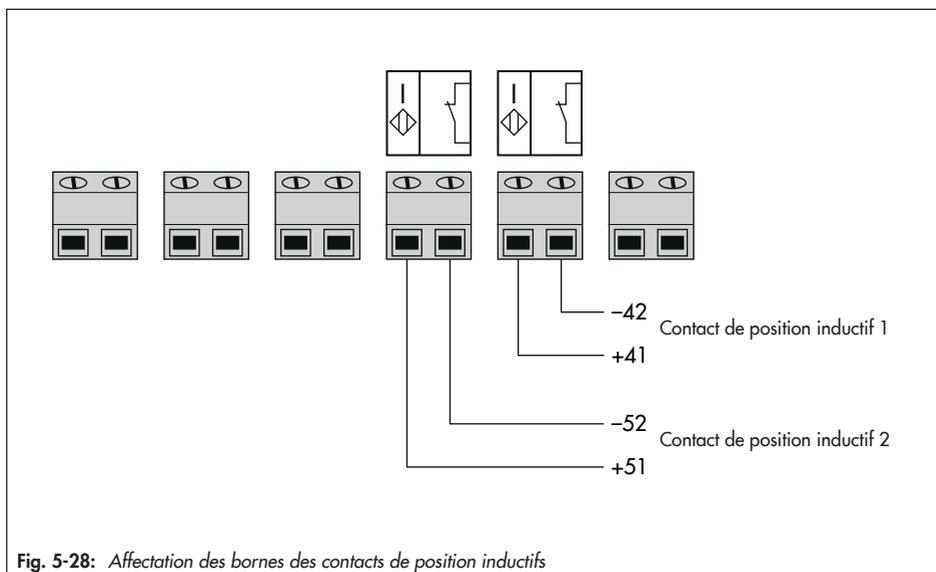
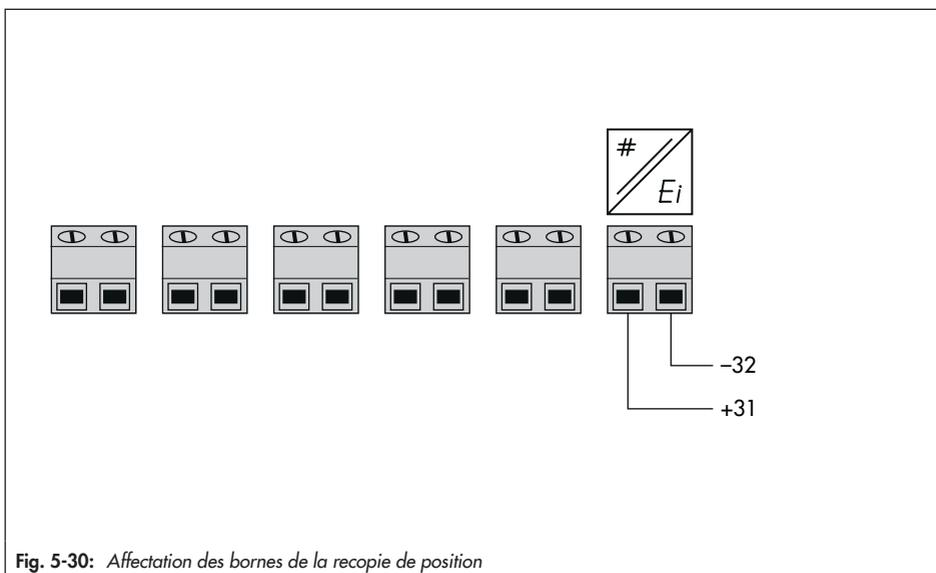

Fig. 5-28: Affectation des bornes des contacts de position inductifs
Fig. 5-30: Affectation des bornes de la recopie de position
- Le cas échéant, raccorder les modules optionnels selon les Fig. 5-28 à Fig. 5-30.